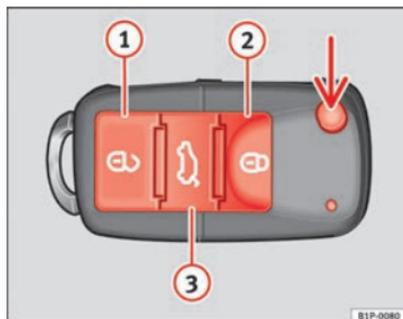

Fig. 46 Teclas de la llave con mando a distancia
Con la tecla ⇒ fig. 46 (flecha) del mando, se desbloquea el paletón de la llave.
Desbloqueo del vehículo ⇒ fig. 46 ①.
Bloqueo del vehículo ⇒ fig. 46 ②.
Desbloqueo del portón trasero. Pulse la tecla ⇒ fig. 46 ③ hasta que todos los intermitentes del vehículo parpadeen brevemente. Al pulsar la tecla de desbloqueo ③, dispone de 2 minutos para abrir el portón. Una vez transcurrido este tiempo se bloqueará de nuevo.
- Pulse la tecla   ⇒ fig. 46 del mando a distancia.